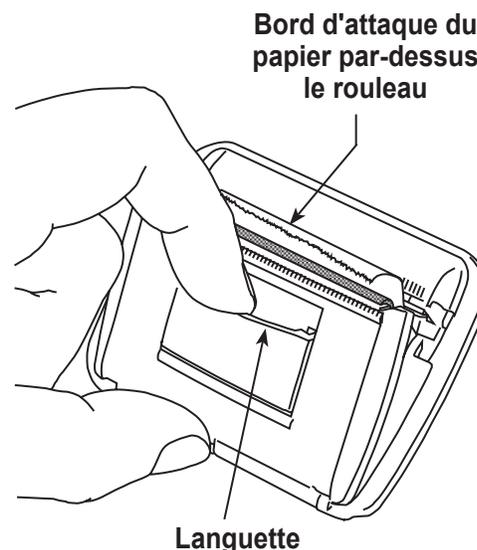

Figure 10
1. Enlevez le couvercle de l'imprimante en tirant sur la languette, comme illustré sur la Figure 10.